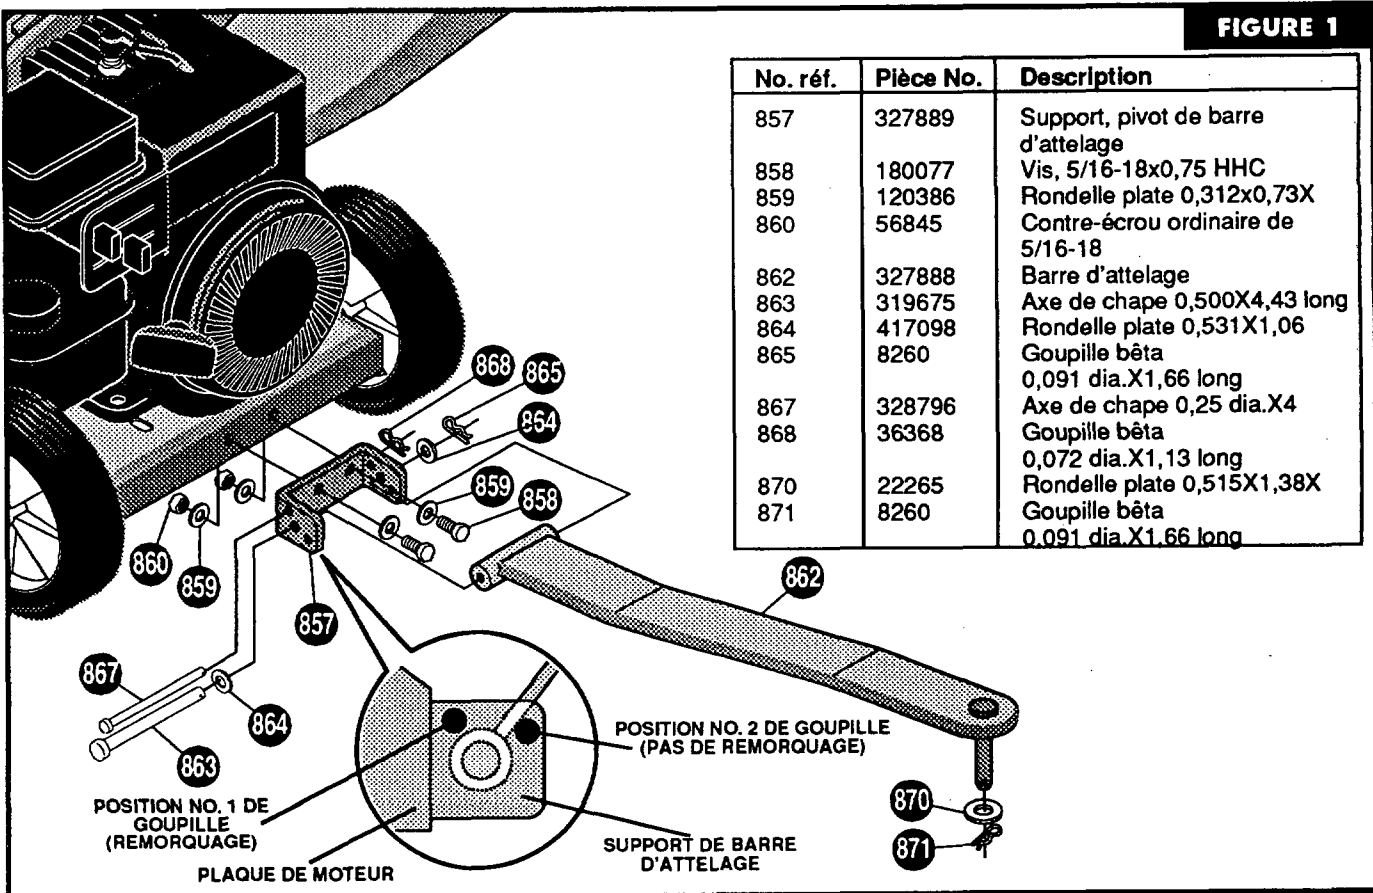

FIGURE 1
- Positionnez le support de pivot comme indiqué sur la Fig. 1 en alignant les (2) trous de celui-ci sur les (2) trous qui se trouvent sur le devant de la plaque de moteur.
- Positionnez la barre d'attelage (No. 862) en tournant la goupille vers le bas du côté opposé à la machine, comme indiqué sur la Fig. 1.
- Fixez la barre d'attelage au support de pivot au moyen d'un axe de chape (No. 863), de rondelles plates (No. 864) et d'une goupille bêta (No. 865) (Voir Fig. 1).
- Placez l'axe de chape (No. 867) et la goupille bêta (No. 868) dans les trous correspondants (Voir Fig. 1). La position no. 1 est utilisée pour le remorquage du broyeur de végétaux, la position no. 2 à soutenir la barre d'attelage pour le fonctionnement normal, sans remorquage.